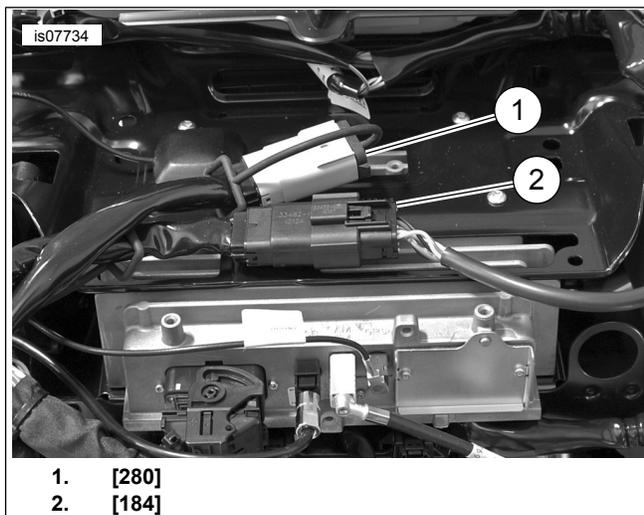

Abbildung 2. [280] und [184]
7. Siehe Abbildung 2. Steckverbinder-Verankerungen für Steckverbinder [184] und [280] von Radio-Stützhalterung lösen.